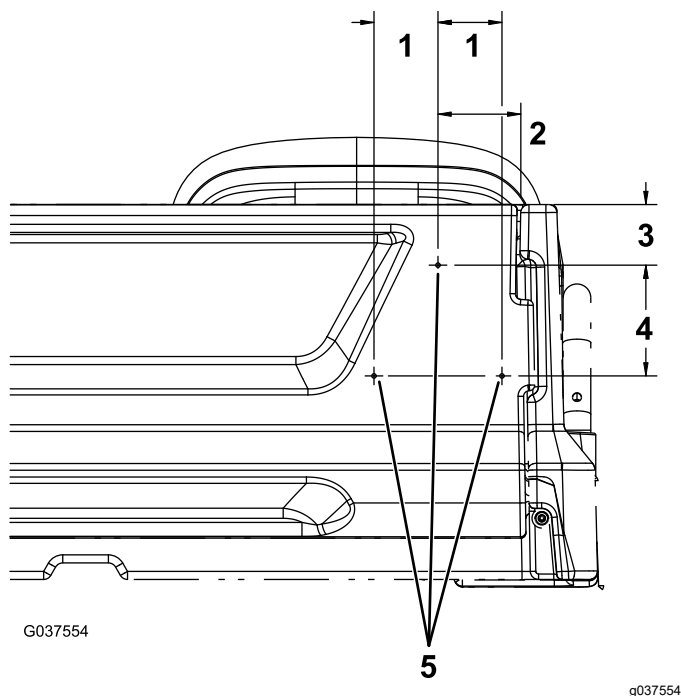

図 13
- テールゲートの右側で、ゲートの右端から 95 mm の位置と、ゲート上部から 70 mm の位置にマーキングする図 13。
- ステップ1で付けたマークから下へ 128 mm の位置と、左右それぞれ 74 mm の位置にマーキングする図 13。
- マークを打った場所 3 ヶ所に直径 5 mm の穴を開ける図 13。